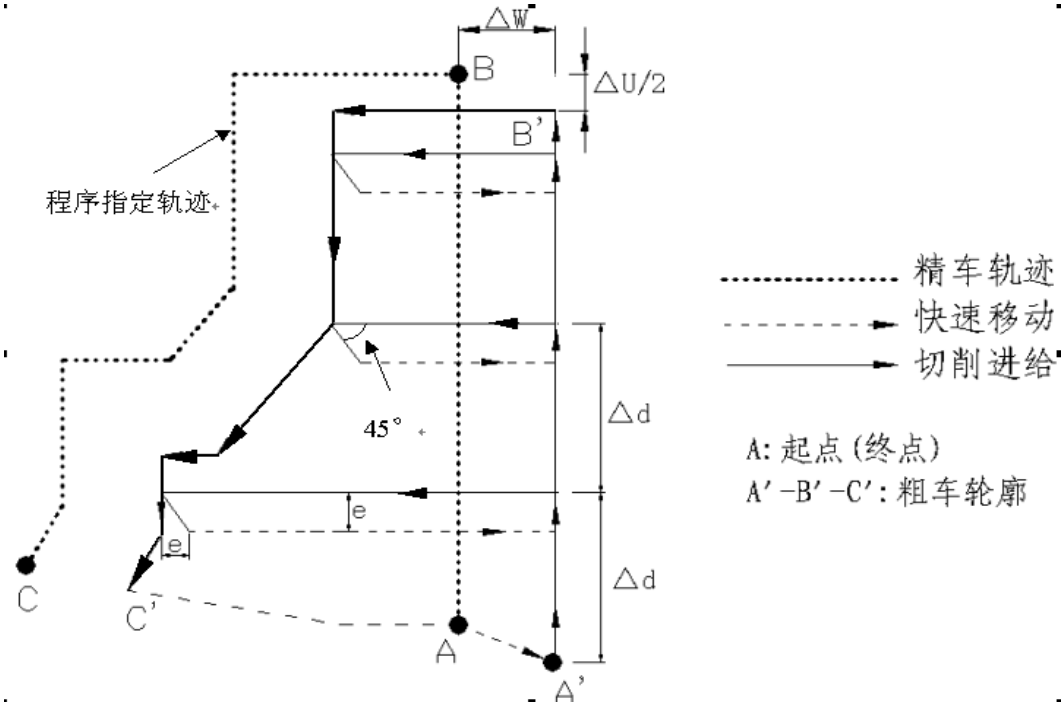

图 3-25 G71 代码循环轨迹
- 1) 代码执行过程：图 3-25。
- ① 从起点 A 点快速移动到 A’ 点，X 轴移动 Δ u、Z 轴移动 Δ w；
- ② 从 A' 点 X 轴移动 Δd (进刀), ns 程序段是 G0 时按快速移动速度进刀, ns 程序段是 G1 时按 G71 的切削进给速度 F 进刀, 进刀方向与 A 点 $\rightarrow$ B 点的方向一致;
- ③ Z 轴切削进给到粗车轮廓, 进给方向与 B 点 $\rightarrow$ C 点 Z 轴坐标变化一致;
- ④ X 轴、Z 轴按切削进给速度退刀 e (45° 直线), 退刀方向与各轴进刀方向相反;
- ⑤ Z 轴以快速移动速度退回到与 A' 点 Z 轴绝对坐标相同的位置;
- ⑥ 如果 X 轴再次进刀 ($\Delta d+e$) 后, 移动的终点仍在 A' 点 $\rightarrow$ B' 点的联机中间 (未达到或超出 B' 点), X 轴再次进刀 ($\Delta d+e$), 然后执行③; 如果 X 轴再次进刀 ($\Delta d+e$) 后, 移动的终点到达 B' 点或超出了 A' 点 $\rightarrow$ B' 点的联机, X 轴进刀至 B' 点, 然后执行⑦;
- ⑦ 沿粗车轮廓从 B' 点切削进给至 C' 点;
- ⑧ 从 C' 点快速移动到 A 点, G71 循环执行结束, 程序跳转到 nf 程序段的下一个程序段执行。